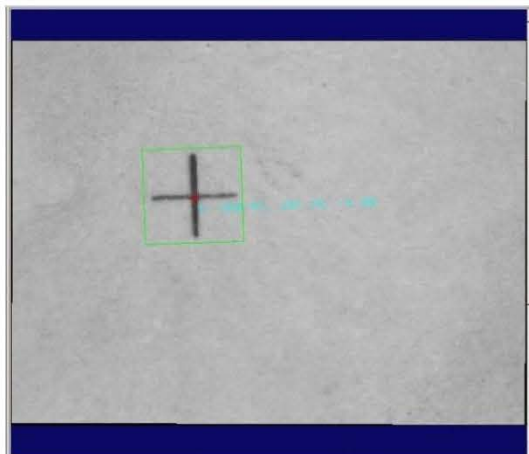

Fig. 4-14
- B. Clique no botão "Ajustar modelo" na área de visão para exibir a interface mostrada na Fig. 4-14: